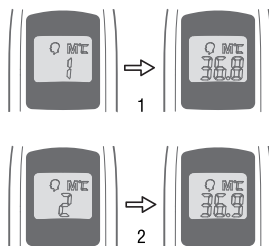

Рис. 3
2. При каждом последующем нажатии кнопки СТАРТ/ПУСК на экране будет отображаться следующее значение измерения в сопровождении порядкового номера, а также символа «●» или «□», в зависимости от режима, в котором производилось измерение (рис. 3).